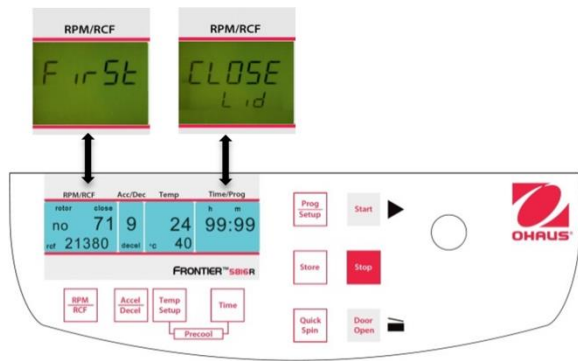
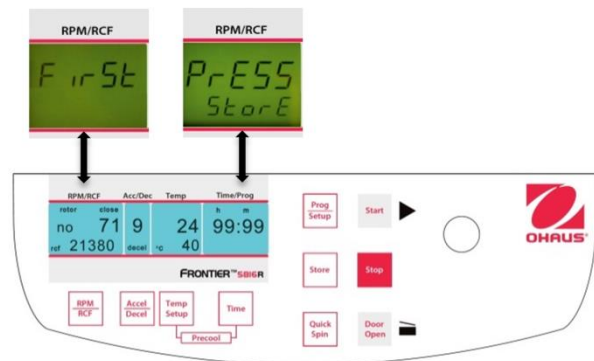

Figure. 23
Figure. 24
Fermer le couvercle de la centrifugeuse. Procéder dorénavant selon la description précédente afin de définir tous les paramètres importants de la centrifugation. Si le couvercle n'est pas fermé lors de la mémorisation du programme, les mots **"FirSt"** et **"CLOSE Lid"** (voir la figure 23) clignotent alternativement sur l'affichage **"RPM/RCF"** (A-1). Si la centrifugation doit être démarrée sans mémorisation du programme, les mots **"First"** et **"PrESS StoreE"** (voir la figure 24) clignotent alternativement sur l'affichage **"RPM/RCF"** (A-1).
Pour adapter les données, appuyer sur la touche **"Store"** (12) (voir les figures 23 et 24) pendant 1 seconde environ. Si le programme est correctement mémorisé, le mot **"StorE"** apparaît sur l'affichage **"RPM/RCF"** (A-1). Ceci aura pour effet de faire disparaître le mot **"programm"** (M10). Aussitôt après avoir libéré la touche **"Store"** (12), le mot "programm xx" (M10) réapparaît avec xx correspondant à l'emplacement du programme choisi. Si tous les numéros de programme sont occupés, l'utilisateur peut choisir un ancien numéro qui n'est plus actuellement utile et y introduire simplement les nouveaux paramètres.